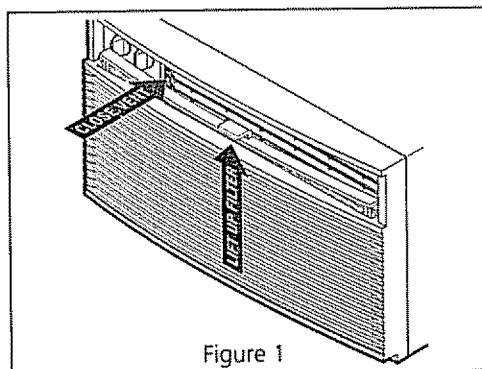

Figure 1
- Sur certains modèles, poussez la manette de commande de l'évent à la position OFF (Arrêt). Pour sortir le filtre, tirez droit vers le haut (figure 1)